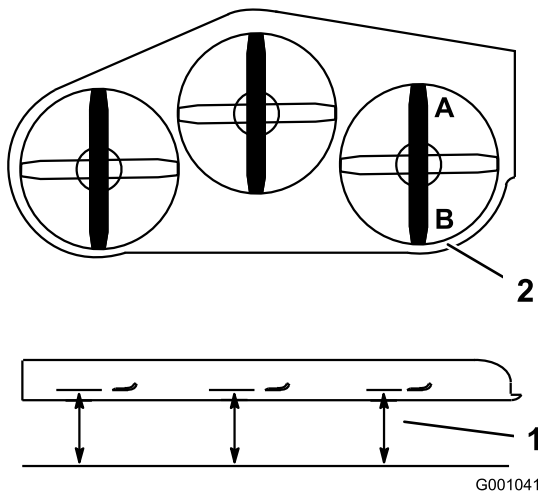

Figure 88
2. Tournez une lame dans le sens longitudinal. Mesurez la distance aux points **A** et **B** entre une surface plane et le bord coupant des pointes des lames (Figure 88).